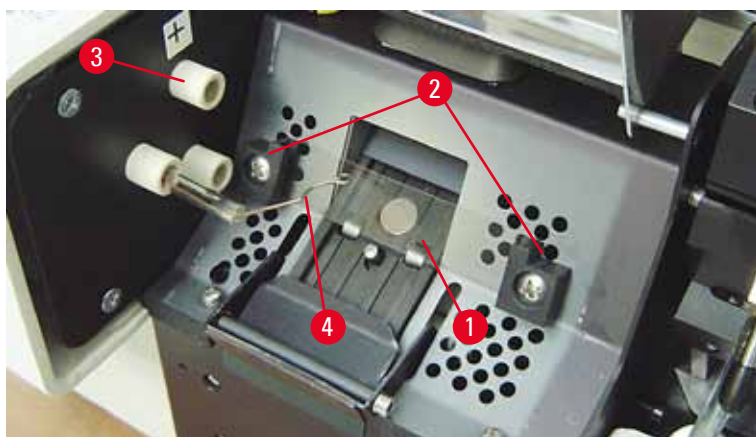

Fig. 17
5. Veiller à ce que le ressort de contact (→ "Fig. 16-2") se détache du fil d'amorce (→ "Fig. 17-4") de la lampe (voir également (→ "Fig. 17") et (→ "Fig. 18-1"))).